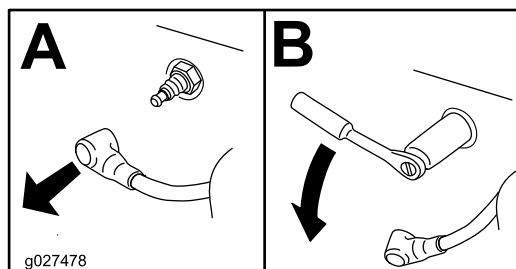

Figura 69
4. Localice y retire la(s) bujía(s), como se muestra en la Figura 69.